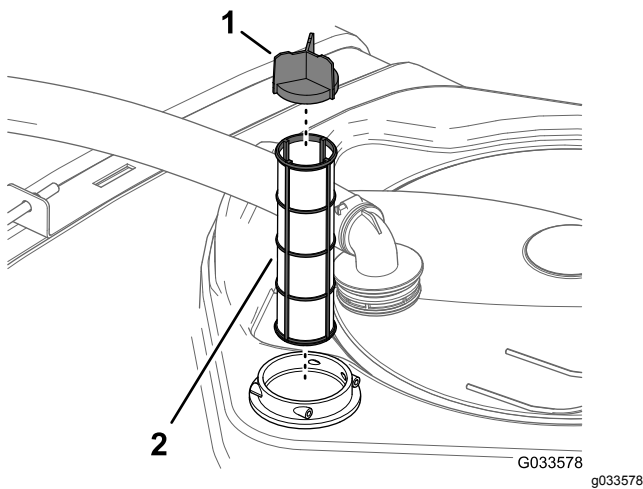

図 105
4. フィルタハウジングタンク内部から古いフィルタを取り出す 図 105。